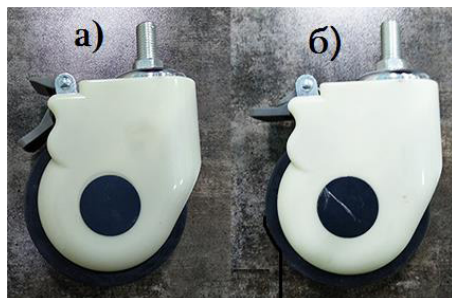

Рис. 2 Управление тормозом колеса
- 4.3. На ножках установлены самоустанавливающиеся колеса. Каждое из колес оснащено индивидуальным тормозом (Рис. 2).